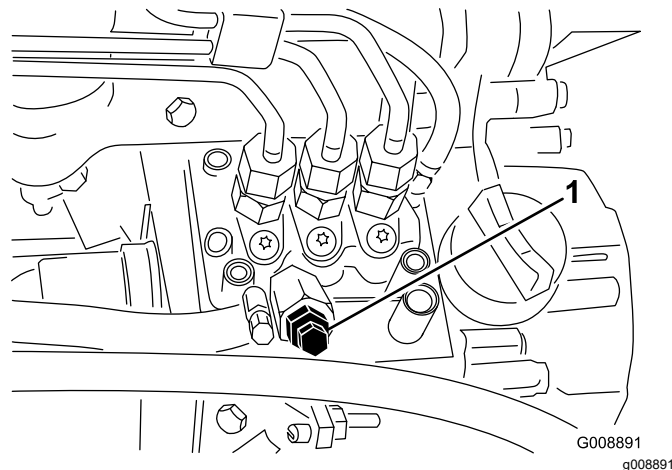

Рисунок 80
4. Выверните продувочный винт из насоса для впрыска топлива (Рисунок 80).